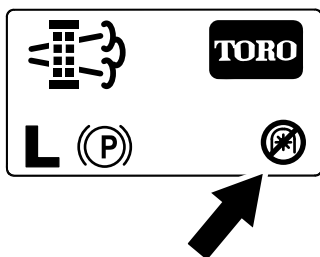

Рисунок 74
**Примечание:** На главном экране отобразится значок «BOM выключен» (Рисунок 74).
**Примечание:** На главном экране отобразится значок «BOM выключен»; см. Рисунок 74 в разделе Сообщения о стационарной регенерации \(страница 53\).